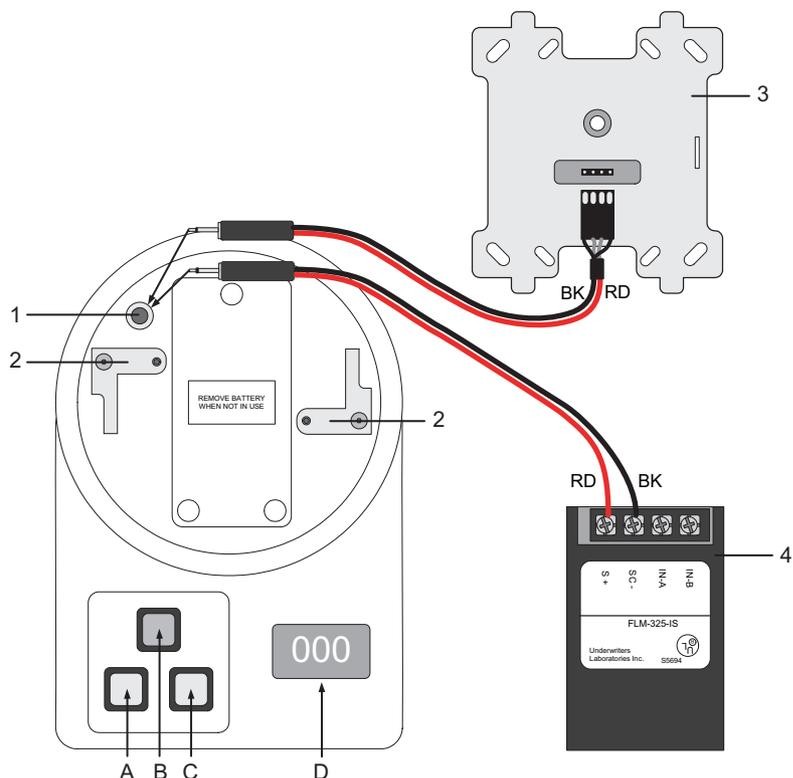

Figura 4.23 Endereçamento dos Dispositivos com o Programador de Dispositivo Analógico D5070
2. Utilizando o Programador de Dispositivo Analógico D5070 como mostrado na *Figura 4.23* na *Página 81*, programe o endereço adequado para cada dispositivo analógico endereçável.